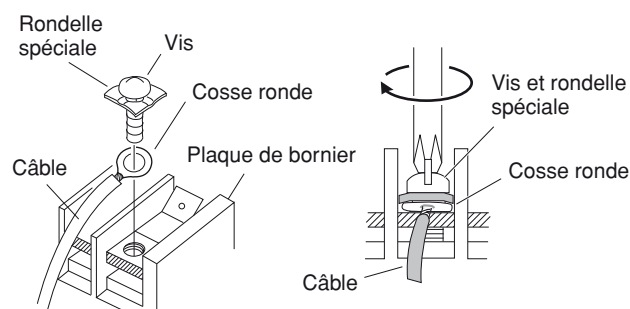

Fig. 32
- (4) Mettez en place le câble avec la cosse ronde, puis remettez en place la vis de borne qui avait été retirée en utilisant le tournevis (Fig. 32).